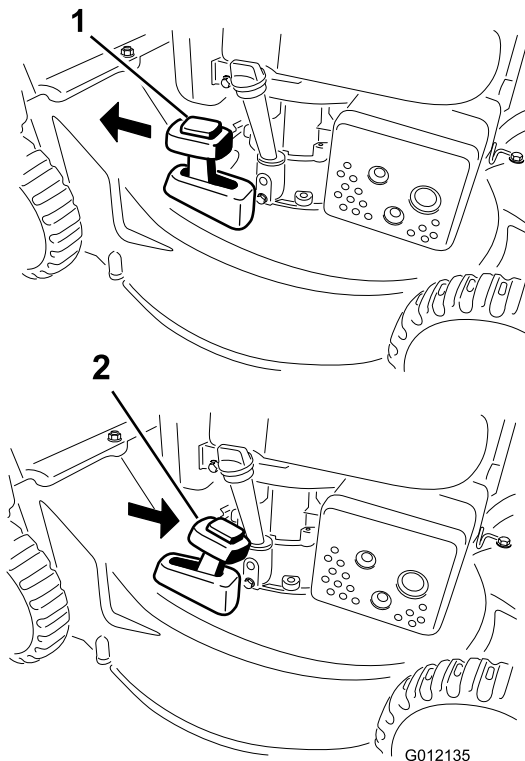

Bild 16
Schieben Sie den Hebel für den zuschaltbaren Grasfangkorb in die RECYCLING-Stellung, um das Schnittgut zu recyceln (Bild 16).
2. Setzen Sie den Fangkorb ein, siehe Montieren des Fangkorbs \(Seite 11\), und stellen den Hebel für den zuschaltbaren Fangkorb in die BAGGING-Stellung, wie in Bild 16 abgebildet.
Hinweis: Nehmen Sie ggf. den Fangkorb von der Maschine ab, bevor Sie das Schnittgut hinten auswerfen, siehe Entfernen des Fangkorbs \(Seite 12\). Der Hebel für den zuschaltbaren Fangkorb sollte in der BAGGING-Stellung sein, wie in Bild 16 abgebildet.